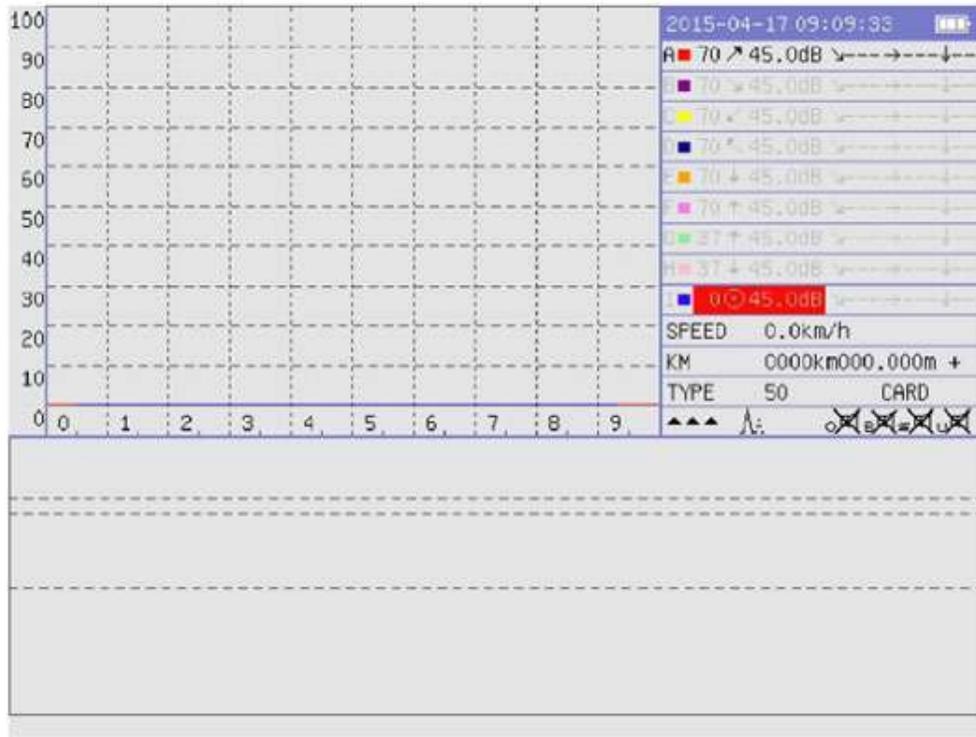

Fig. 2-4 Modo de pantalla AB, Canal sencillo A, Combinado B
- Modo de combinación: pantalla combinada de 70 °, 37 °, 0 ° en el área completa de visualización de imágenes en modo B, las cuatro líneas se refieren a las líneas de posición de la cabeza del riel, alma del riel, orificio del riel y fondo del riel, respectivamente. Las áreas de visualización del modo B en la Fig. 2-2, Fig. 2-3 y Fig. 2-4 son modos combinados.